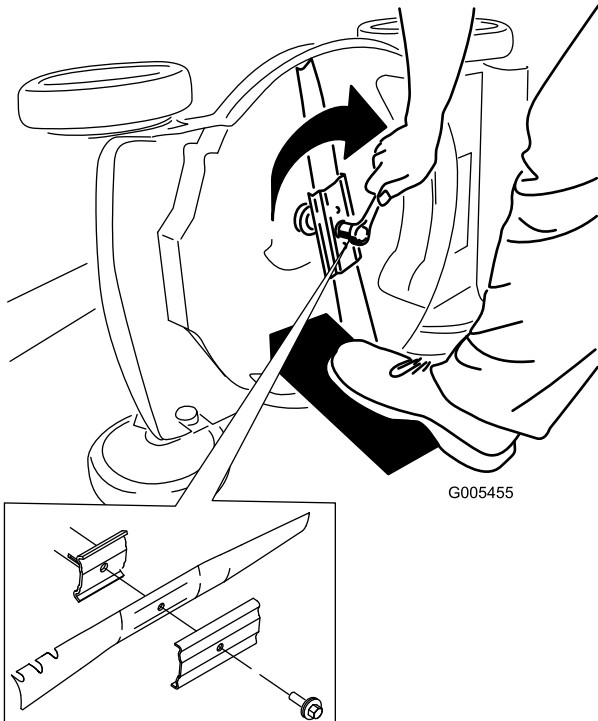

Figura 35
- Instale la cuchilla nueva y todos los herrajes de montaje (Figura 35).